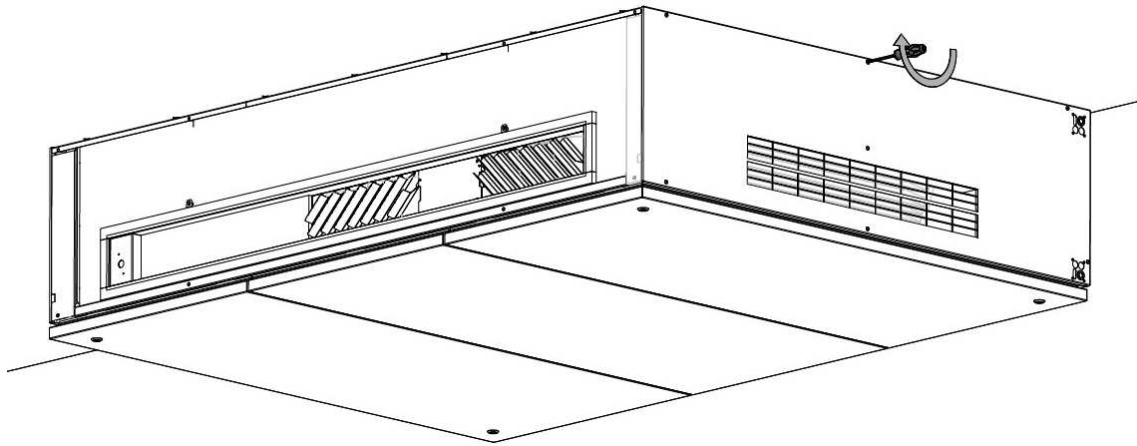

Abbildung 21: Montieren Sie die rechte Seitenabdeckung wieder
6. Montieren Sie die vordere Halterung an der Decke, siehe Abbildung 21. Nutzen Sie alle Befestigungspunkte.